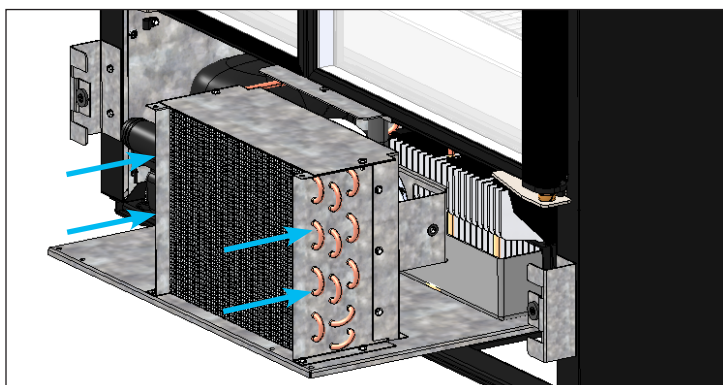

Fig. 7. Remplacez avec soin l'unité de condensation en la faisant glisser sur sa position et remplacez les boulons.
9. Réinstallez les supports du serpentin (le cas échéant). Remplacez ensuite avec soin l'ensemble du compresseur en le faisant glisser sur sa position et vissez-le en place. Voir fig. 7.